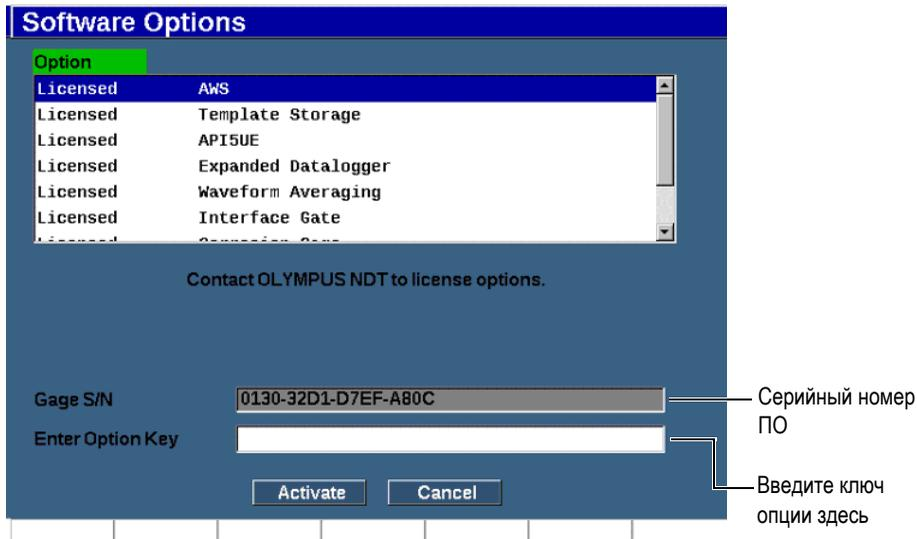

Рис. 11-1 Окно для ввода ключа активации опции
2. Нажмите **Software Options** (клавиша P4), чтобы открыть страницу настройки **Software Options** [Программ. опции] (см. Рис. 11-1 на стр 240).
7. Введите код активации в поле **Enter Option Key** [Введите код опции] (см. Рис. 11-1 на стр 240).